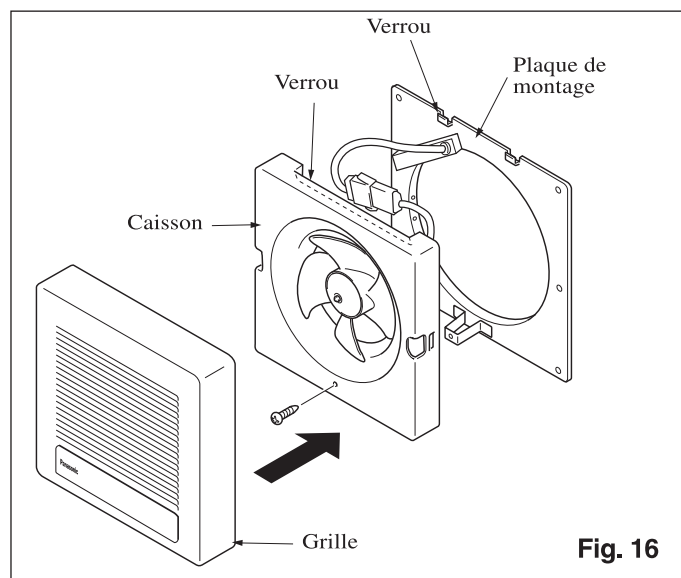

Fig. 16
13. Relier les conneteurs entre eux, accrocher le ventilateur sur la plaque de montage et les fixer à l'aide de vis fournies en accessoire (vis III). (Fig. 16)